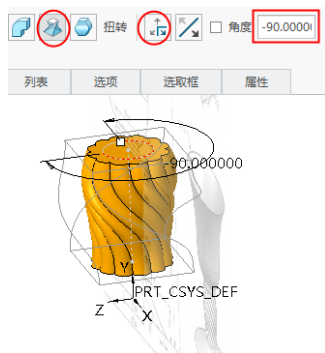

图 4-197 扭转效果
- 输入旋转角度为 -90，即可查看扭转预览，如图 4-197 所示。